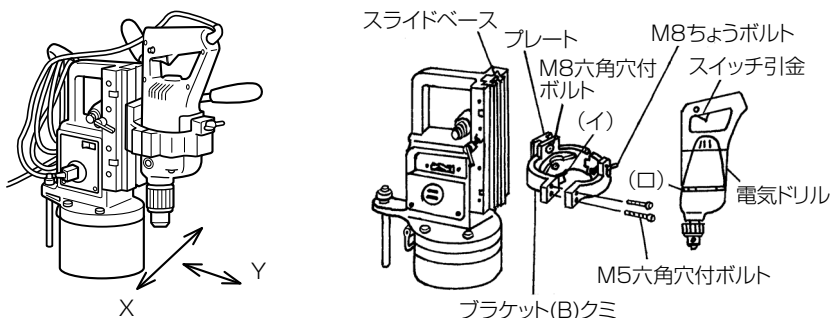

図 4
- (1) ブラケット (B) クミに取付けているプレートをスライドベースの溝に入れ、M8 六角穴付ボルトを締付けしっかりと固定します。なおブラケット (B) クミはスライドベースのほぼ中央に取付けてください。(図 4)
- (2) ブラケット (B) クミの M5 六角穴付ボルト (2 本) をはずし、電気ドリルを取付けます。この時、ブラケット (B) クミ下側に出ている部分 (イ) を電気ドリルの風窓 (ロ) に入れ、上下方向の動きを止めます。
- (3) M5 六角穴付ボルト 2 本と M8 ちょうボルトを軽く締めながら、X、Y 方向の直角度を出します。さらに、M5 六角穴付ボルト 2 本を交互に締めながら Y 方向の直角度を調整します。再度 X 方向の直角度を確認し、出ていない時は同じ手順で調整してください。